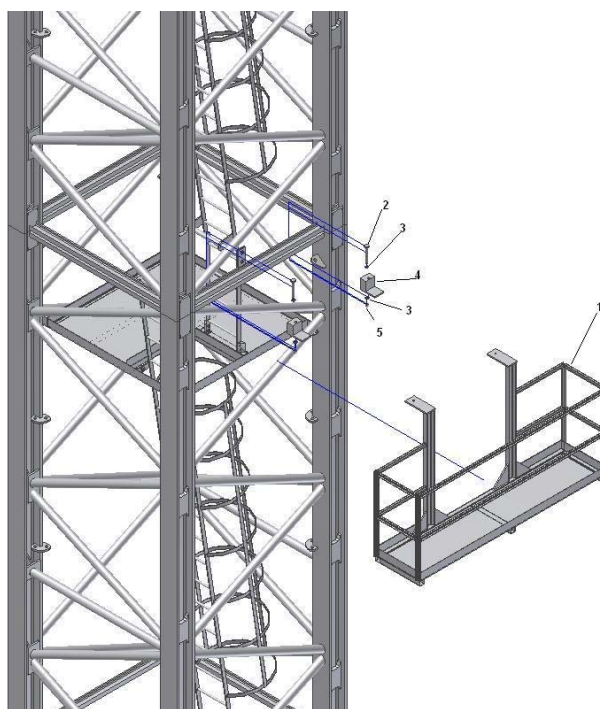

Abb. 3.1.3
Die Montageplattform ist eine zusätzliche Vorrichtung, die zum Anziehen aller äußeren Schrauben des Turms verwendet wird, sie besteht aus einer Plattform, die an einem der horizontalen Träger des Turms befestigt ist, wie in **Abbildung 3.1.3** dargestellt. Sie hilft dabei, einen geeigneten Zugang zu den Arbeitsbereichen zu schaffen.
1. Bringen Sie die Montageplattform (1) wie in **Abbildung 3.1.3** dargestellt am Turmsegment an.
2. Setzen Sie die Klemme (4) auf, um sie mit M24-Schrauben zu befestigen und damit den Turm vollständig sichern.